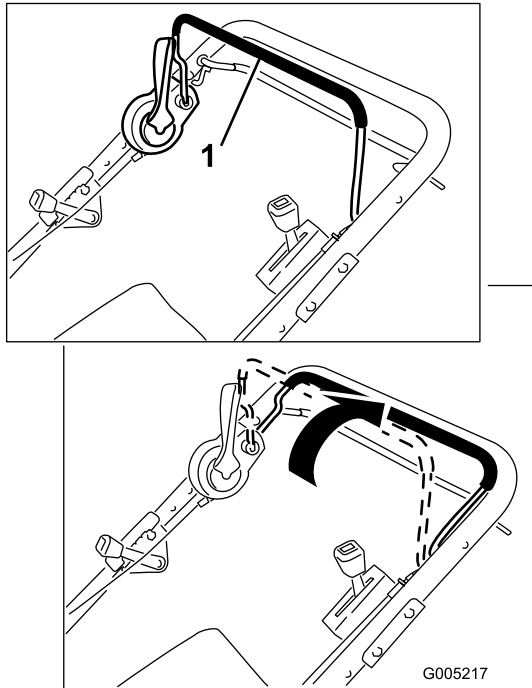

Bild 12
1. Drücken Sie den Messerschaltbügel gegen den Griff und halten sie ihn gegen den Griff gedrückt (Bild 12).